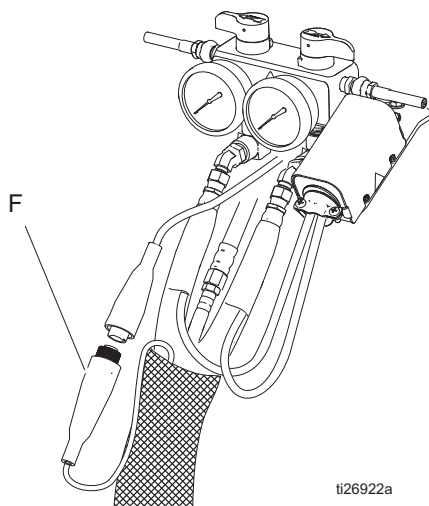

FIG. 11. Tuyau chauffé
3. Débranchez le câble FTS (F) du Reactor , FIG. 11.